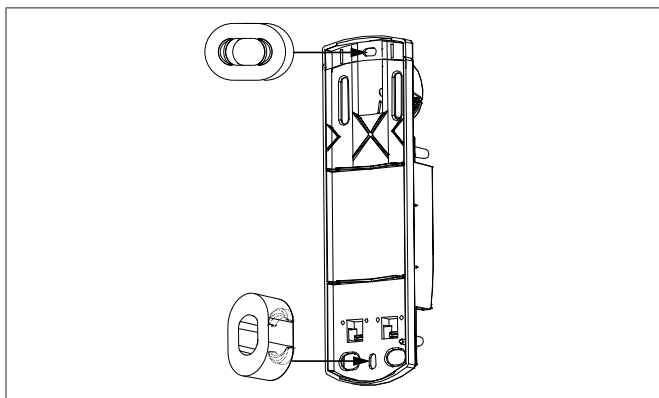

Abb. 4: Einclipsen der separaten Abstandhalter ins Schraubloch
- 2 Abstandhalter für Wand- und Deckenmontage (Abb. 4)
- Clipsen Sie einen der beiliegenden Abstandhalter in das Schraubloch ein (waagrecht oder senkrecht, (Abb. 4)).